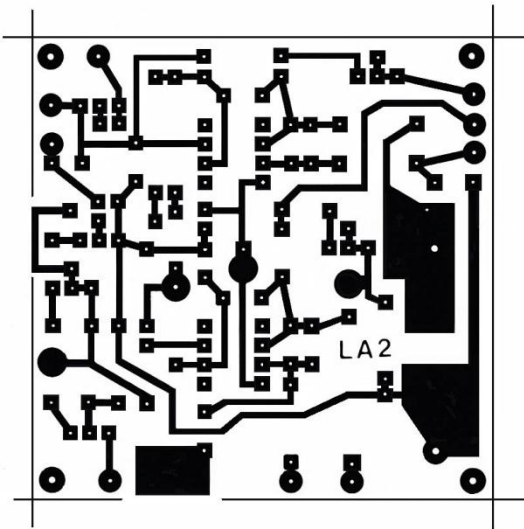

Fig. 5. Circuit imprimé d'une section de contrôle de W.
a) 2 circuits de base (voir fig. 5)